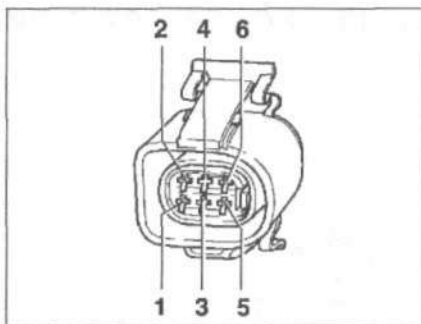

Рис. 4.19. Присоедините мультиметр для измерения напряжения между контактами
12. Присоедините мультиметр для измерения напряжения между контактами разъема (рис. 4.19):